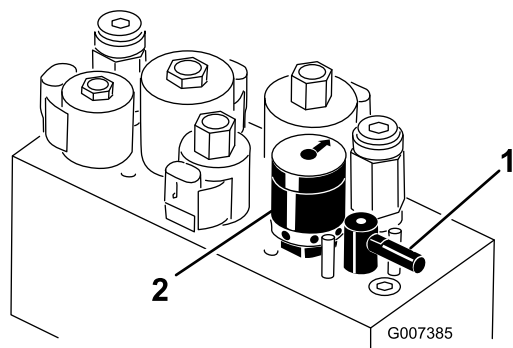

図 58
5. バックラップレバーを R 位置にセットする 図 58。
6. リール速度セレクタを 1 にセットする 図 58。